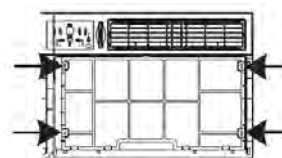

FIG. 2
3. Trouvez et retirez les quatre vis avant. Ces vis seront requises pour réinstaller le panneau avant plus tard. (Voir la figure 2.)